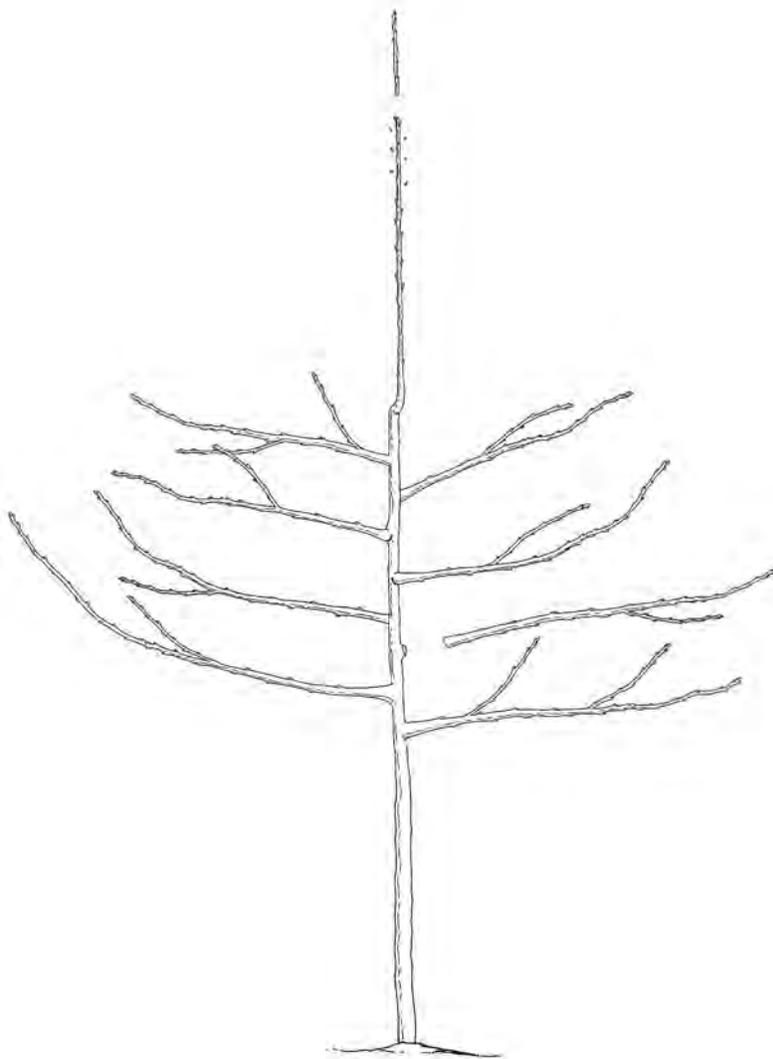

Figura 72
- Trate el eje igual que en el año de establecimiento. Retenga las dos yemas superiores y quite las próximas cinco o seis (Figura 72).
- Estimule la producción de ramas en forma espiral a lo largo del tronco, en lugar de permitir que se desarrollen espirales individuales (Figura 72).
- Promueva buena penetración de luz, usando cortes de aclareo para quitar las ramas densas (Figura 72).